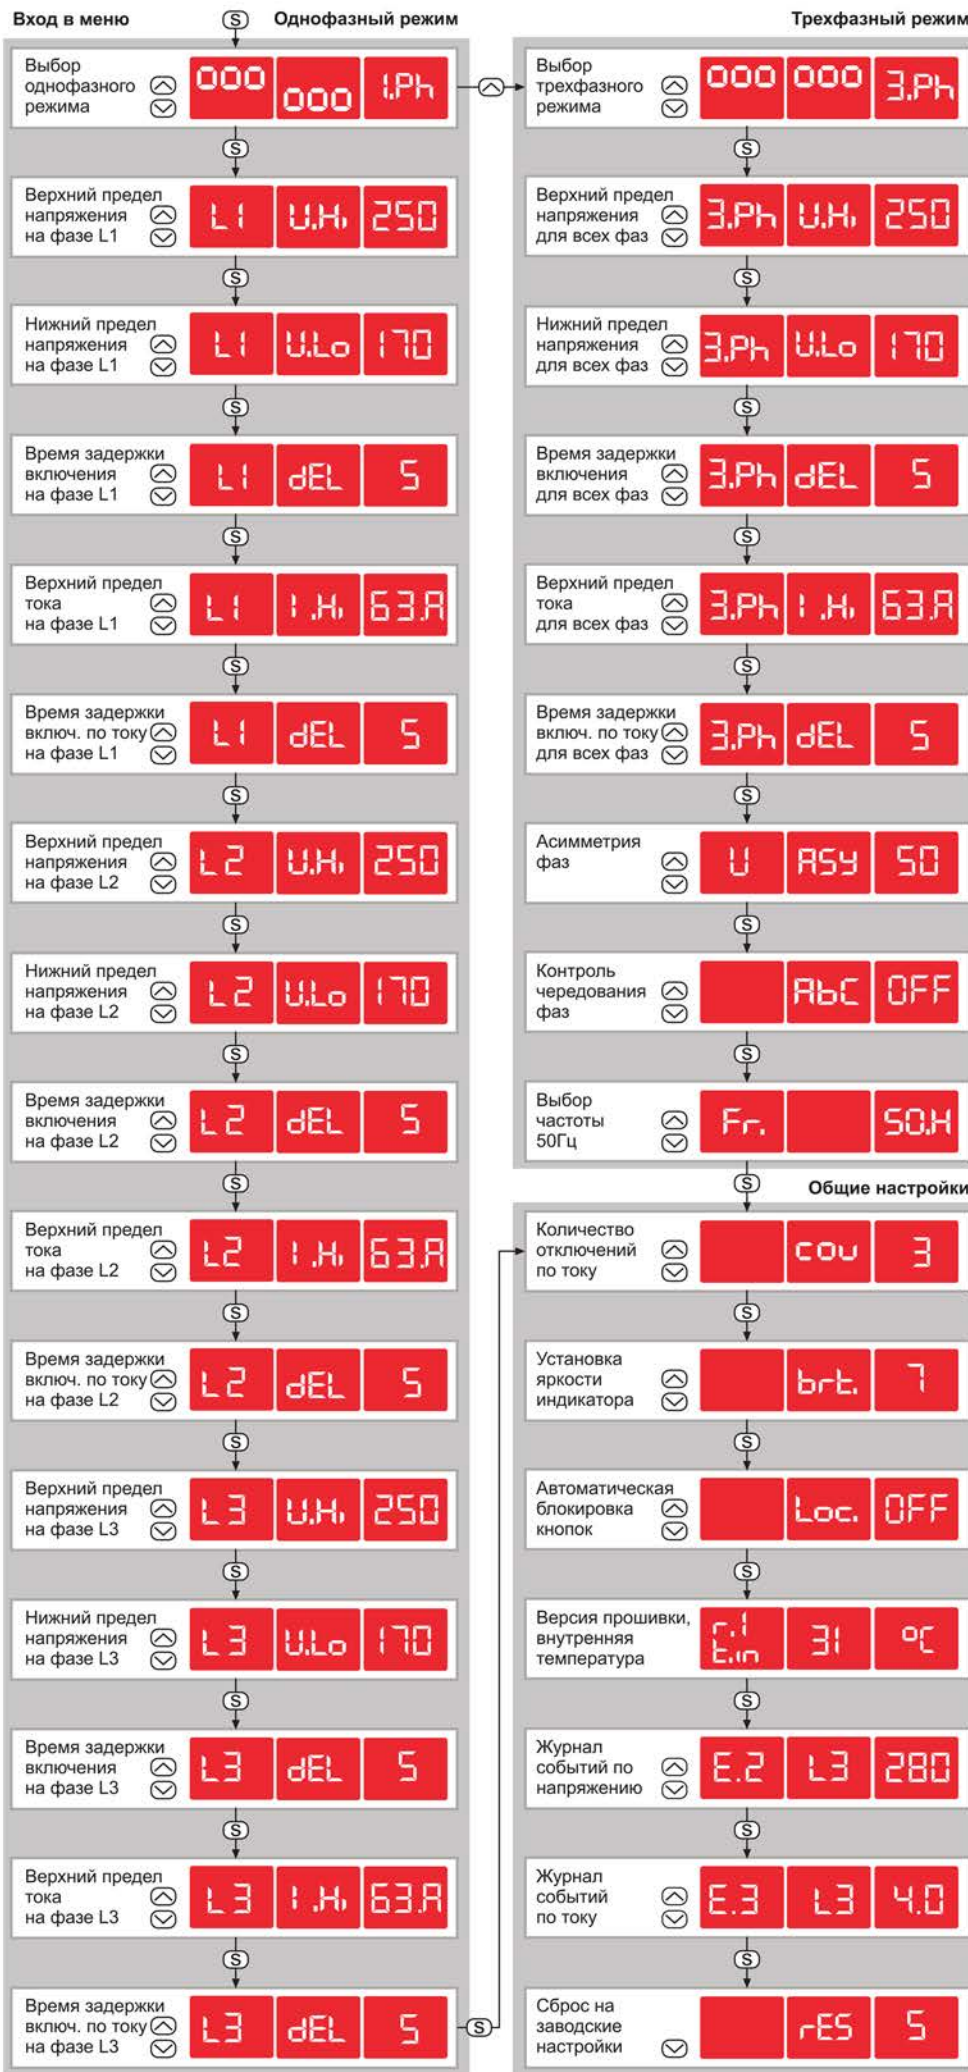

Рис. 3
**Последовательность установки параметров (Рис.3)**